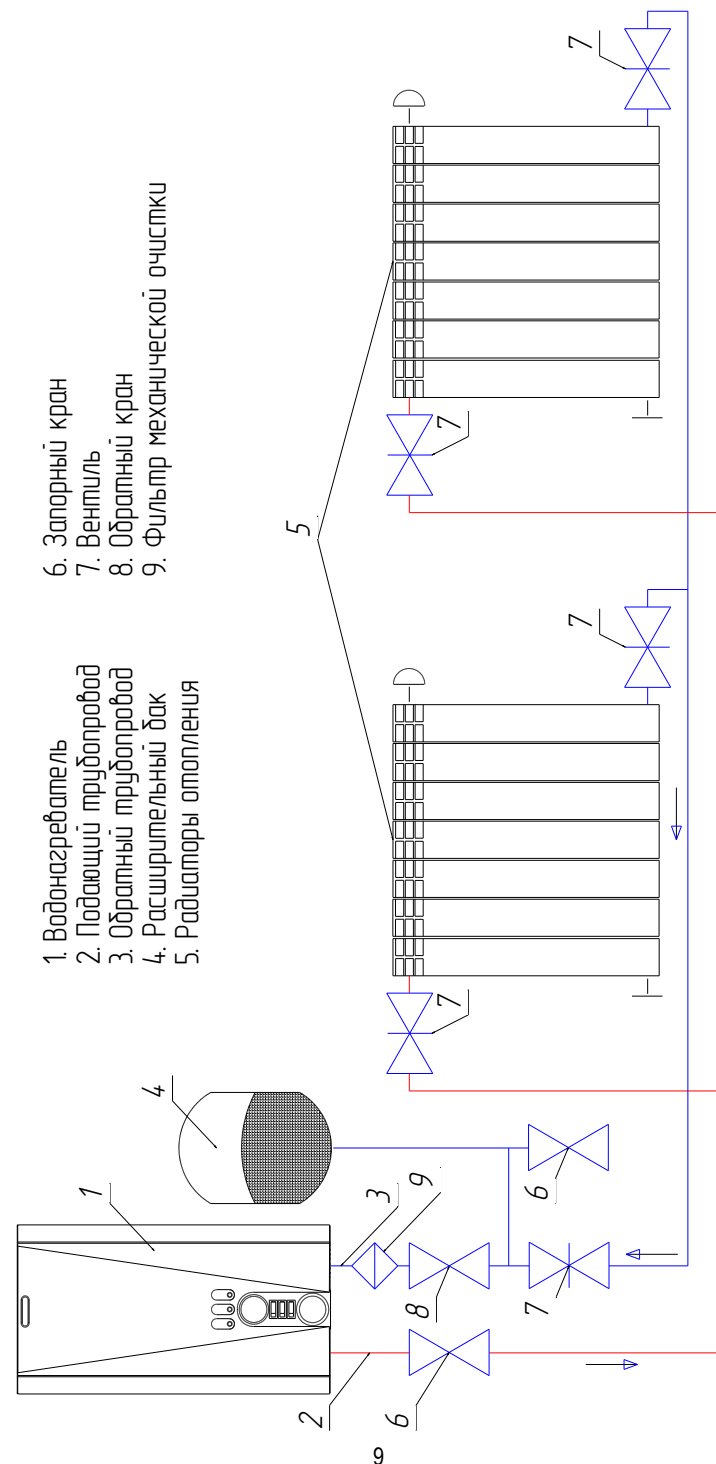

Рис.5 Рекомендуемая схема подключения
- Подсоединить водонагреватель к системе отопления (см. Рис.5). После монтажа систему отопления следует промыть, заполнить рабочей жидкостью и опрессовать. Выпустить воздух из системы и устранить протечки.